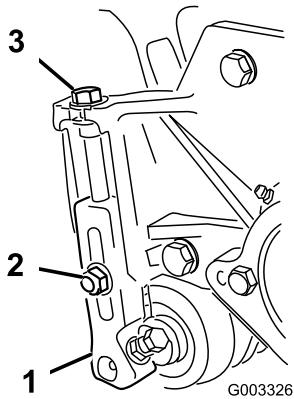

Figura 14
1. Afloje las contratuerzas que fijan los brazos de altura de corte a las chapas laterales de la unidad de corte (Figura 14).